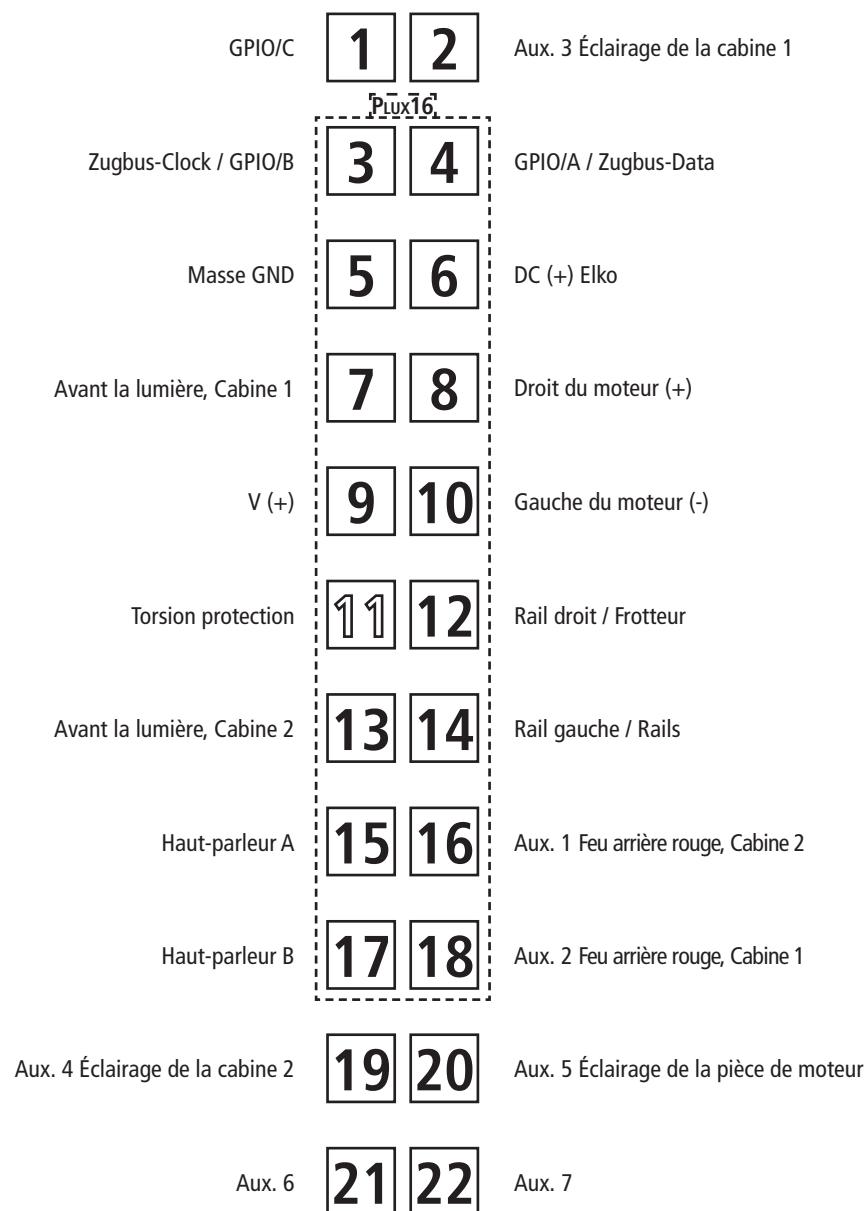
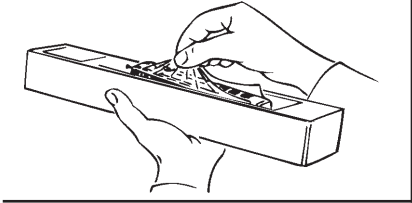
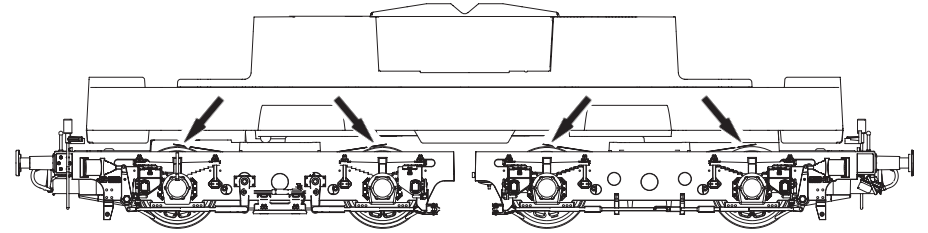

Fig. 6
Fig. 3
Fig. 5
2. Schmierung: Versehen Sie die im Schmierplan in Fig. 7 gekennzeichneten Stellen mit nur **kleinen Öltropfen**. Dazu zuerst das Lokgehäuse abnehmen (Fig. 3). Wir empfehlen den **ROCO Öler Art.-Nr. 10906**. Fürs Schmieren der Getriebeteile (Zahnräder, Schnecke) empfehlen wir das **ROCO-Spezialfett Art.-Nr. 10905**. Im Falle der Schmierung diese Teile **nicht ölen**.
Mehrzugbetrieb: Zuerst Lokgehäuse abnehmen (Fig. 3). Danach den Brückenstecker aus der Schnittstelle entfernen (diesen sorgsam aufbewahren). Danach den Stecker des Decoders lage-richtig einsetzen (Fig. 5).
4. Kohlebürstenwechsel: Lokgehäuse abnehmen (Fig. 3). Danach wird der Motor ausgebaut und die Kohlebürsten ausgewechselt (Fig. 6).
2. Lubrication: Apply **tiny oil drops** to spots marked in fig. 7. Prior to lubrication dismantle locomotive (fig. 3). We recommend using item no. **10906, Roco oiler**. For lubrication the gearparts (e.g. cogwheels, worm) we would recommend our Roco **special grease** (item no. **10905**). **Attention:** Please do not oil these parts when using our grease.
Running in digital mode: Remove the jumper from the interface. Finally put the plug of the decoder into the interface as shown in fig. 5.
4. Carbon Brush Changing: First remove loco body (fig. 3), and then the motor (fig. 6).
1. Nettoyage des lames de courant aux roues: Les lames de contacts risquent de s'encrasser rapidement sur des voies poussiéreuses. Veuillez **enlever la poussière** aux endroits marqués à la fig. 6 à l'aide d'un petit pinceau souple.
2. Graissage: N'appliquez **qu'une toute petite goutte** aux endroits indiqués par le plan de graissage (fig. 7) après avoir démonté la caisse de la locomotive (fig. 3). Nous vous recommandons **le graisseur à huile Roco réf. 10906**. Pour graisser les engrenages (roues dentées, vis sans fin) nous vous conseillons la **graisse spéciale Roco réf. 10905** pour engrenages en matières synthétiques. Lorsque vous utilisez cette graisse il faut éviter d'huiler ces composants.
Enlevez la fiche de shuntage de l'interface (à conserver!) et enfichez finalement la fiche de décodeur aux prises de l'interface. Veillez à la position correcte de la fiche (fig. 5).
4. Remplacement des balais du moteur: Démontez la caisse (fig. 3). Démontez ensuite le moteur et échangez le balais (fig. 6).